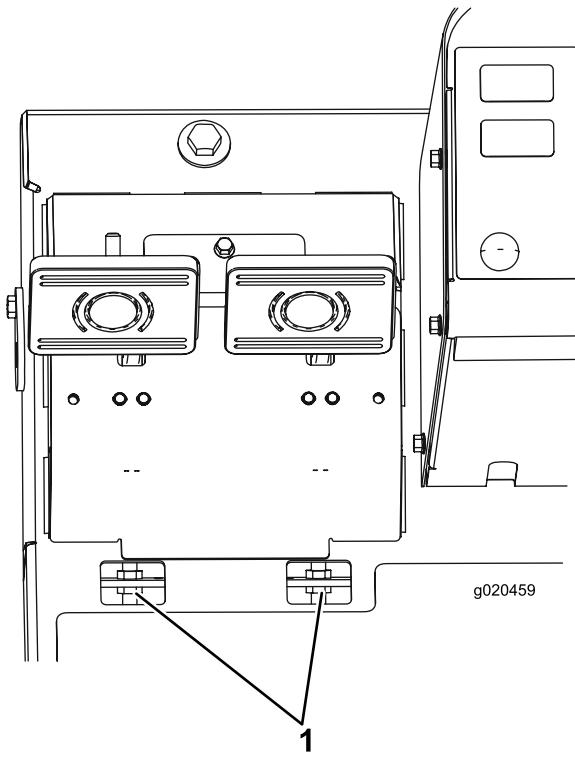

Figure 99
- B. Desserrez l'écrou avant sur l'extrémité filetée du câble de frein (Figure 99).